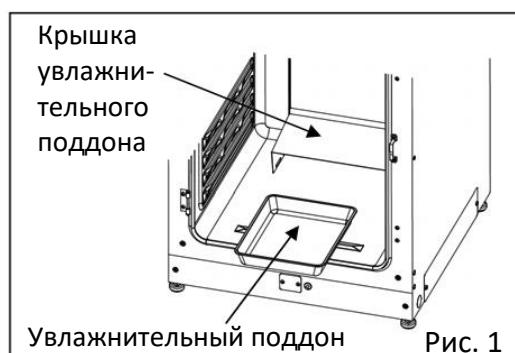

Рис. 1
2. Установите увлажнительный поддон и крышку увлажнительного поддона (Рис. 1).